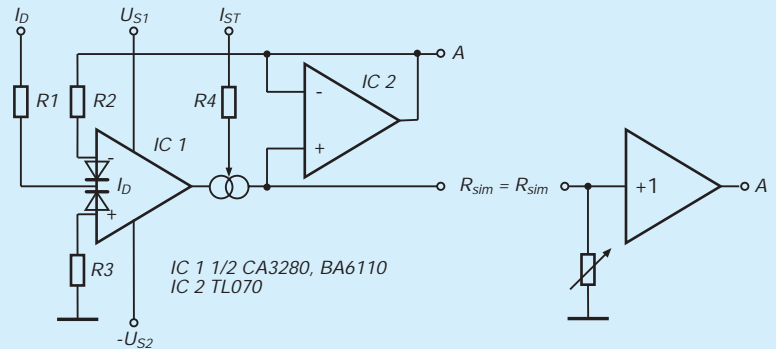

Bild 3: Simulation eines Widerstandes
Der Aufbau elektrisch steuerbarer Analogfilter ist möglich, weil man mit einem OTA einen Widerstand simulieren kann. Das Bild 3 zeigt die praktische Schaltung. Benennt man die Ausgangsspannung des OTA IC1 bzw. des Folgers IC2 mit U_a , so erhält man für den Differenzeingangsstrom I_e hier:
Für den Strom I_a des OTA IC1 im Bild 3 folgt deshalb analog zu (2):